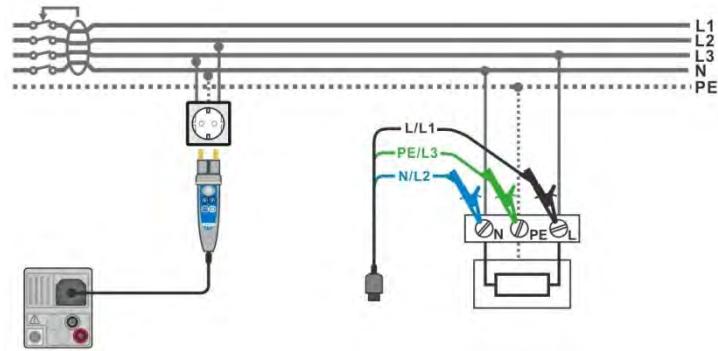

Abbildung 7.23: Anschluss des Commander-Prüfsteckers und die Dreileiter-Prüfleitung
- Schließen Sie die Prüfleitungen am Prüfling an, siehe **Abbildung 7.23**.
- Schließen Sie die Prüflleitungen oder den Commander Prüfstecker am Prüfling an, siehe **Abbildung 7.23**.
<ul style="list-style-type: none"> <li>Wählen Sie die Funktion RCD Auto.</li> <li>Stellen Sie die Prüfparameter / Grenzwerte ein.</li> <li>Schließen Sie die Prüfleitungen am Messgerät an.</li> <li>Schließen Sie die Prüfleitungen oder den Commander Prüfstecker am Prüfling an, siehe Abbildung 7.23.</li> <li>Starten Sie die Messung.</li> </ul>	Beginn der Prüfung